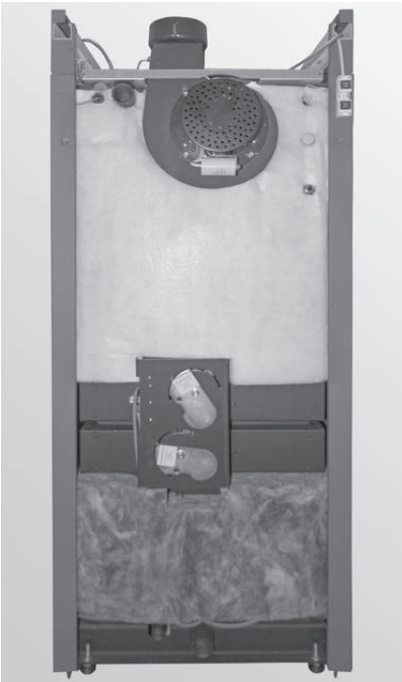

Fig. 58 Montare gli isolamenti per la parete posteriore
- Montare l'isolamento in alto e in basso come in Fig. 58.